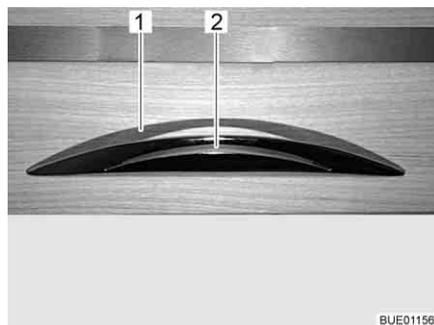

Fig. 47 Trampilla de mueble con tirador de desbloqueo
- Presionar el tirador de desbloqueo (Fig. 47,2) y mantenerlo presionado.
- Tirar del tirador de desbloqueo (Fig. 47,1) hasta que la trampilla de mueble esté abierta.